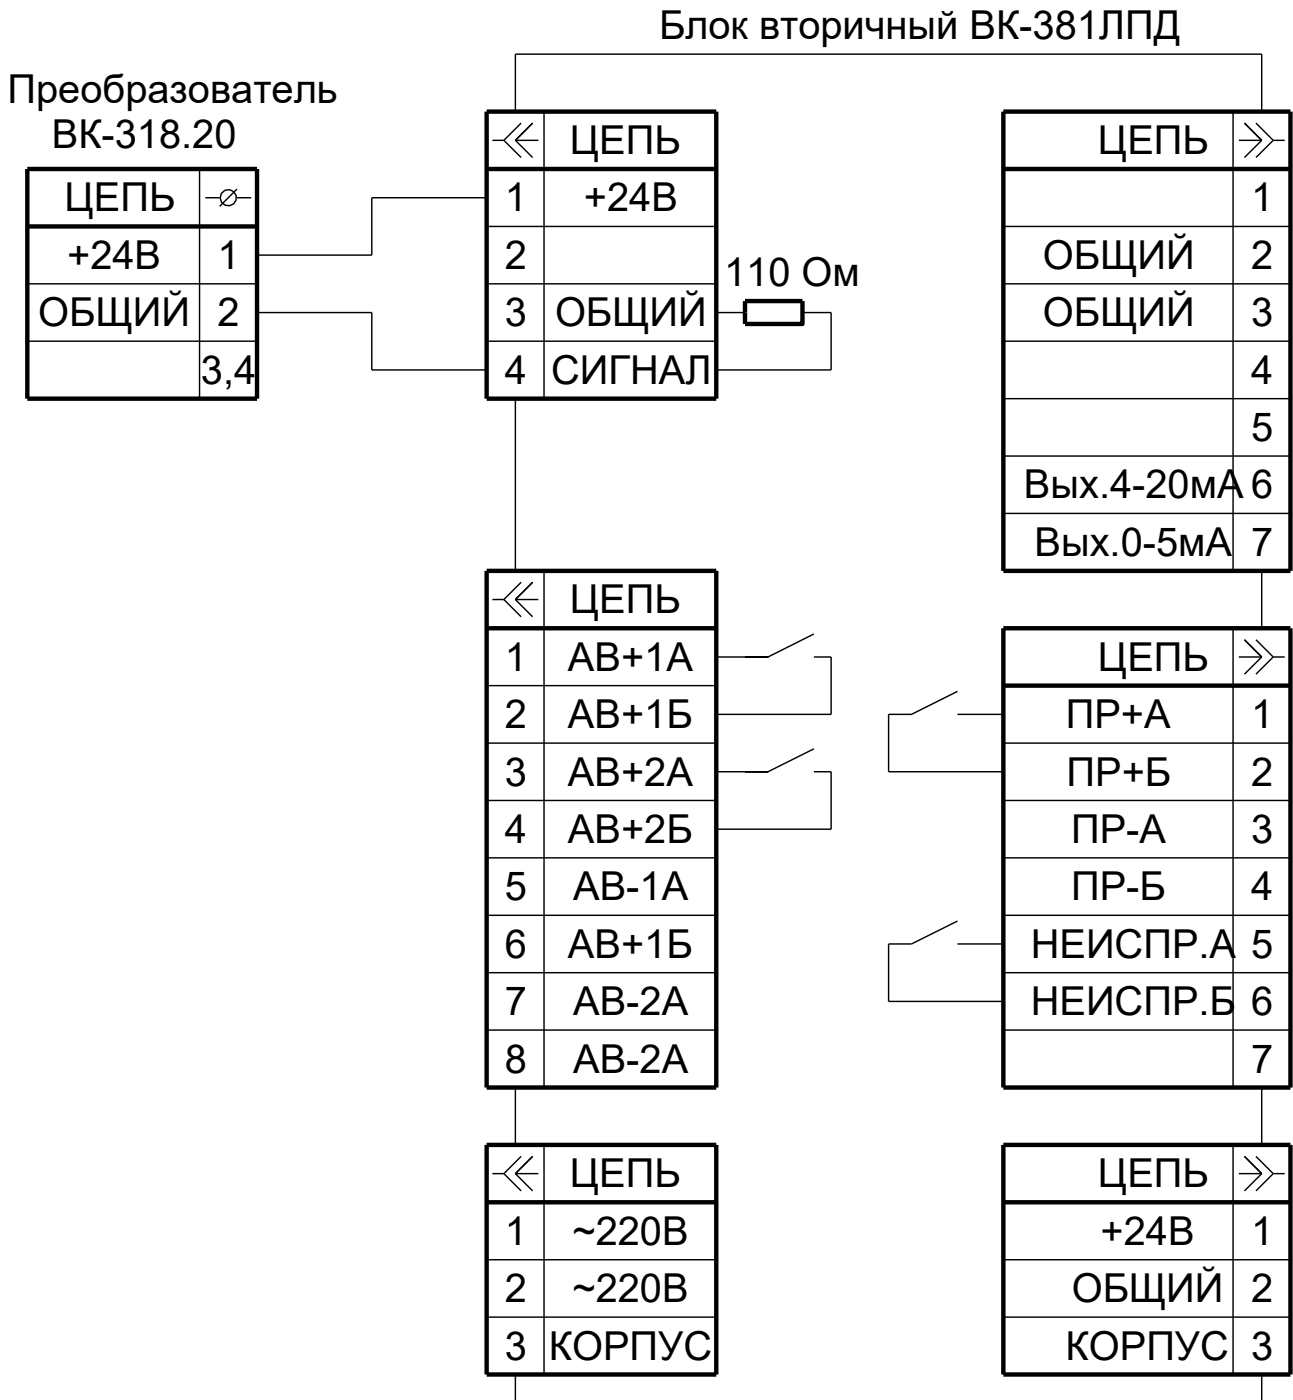

Рис. 12.
- Провести соединение блоков по схеме соединения, приведенной на рис. 12.